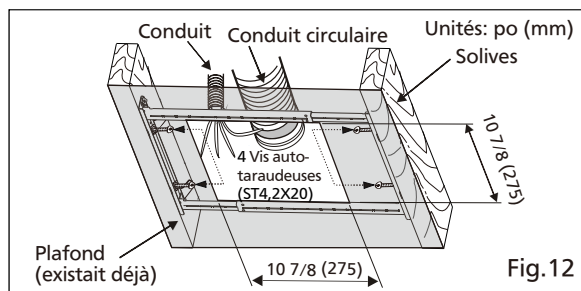

Fig.12
- Retirez le ventilateur existant et découper une ouverture au plafond. Fixez le support Flex-Z Fast™ aux solives en forant 4 vis taraudeuses qui ont été fixés sur elle. Conduits existants et câblage laissé en place. (Voir Fig.12)